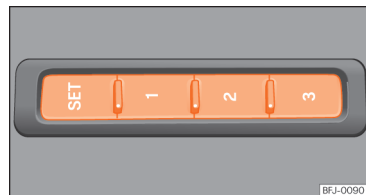

Fig. 76 Pe partea exterioră a scaunului șoferului: butoanele de memorare.
- Apăsați **SET** mai mult de 1 secundă »» fig. 76.